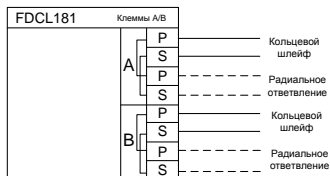

Рис. 5
1. Согласно Рис.5 подключите кабель на клеммы.